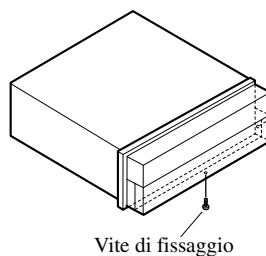

Fig. 20
- **Una volta rimosso il pannello frontale, fissarlo all'apparecchio facendo utilizzo delle apposite viti di fissaggio. (Fig. 20)**